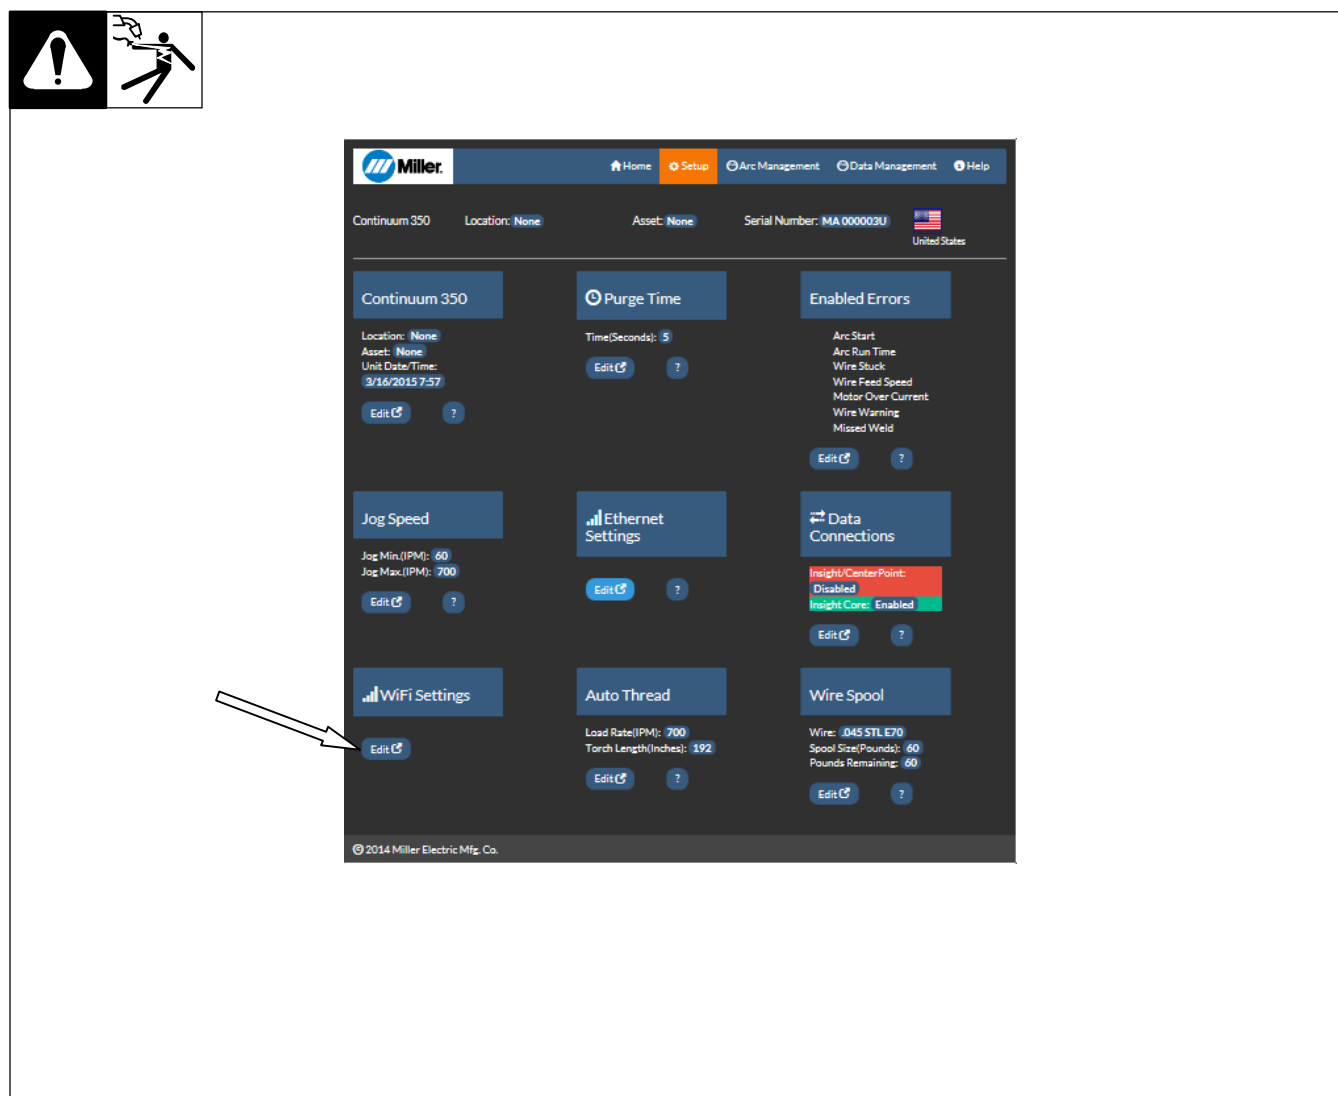

図9-6. WiFi設定の編集
1. セットアップページの[WiFi設定]で[編集]をクリックします(図9-6を参照)。